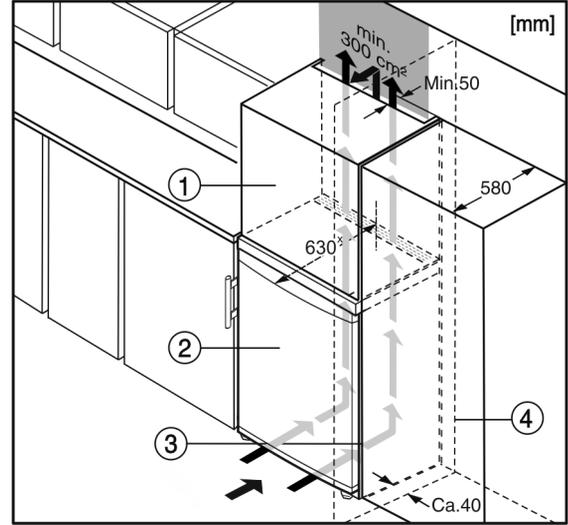

Fig. 6
Cihaz, mutfak tertibatıyla modifiye edilebilir. Cihazı Fig. 6 (2) mutfak tezgahına göre denkleme için, cihazın üzerine uygun bir takma dolabı Fig. 6 (1) monte edilebilir.\*
Mutfak dolaplarıyla (derinliği maks. 580 mm) değiştirildiğinde cihaz, mutfak dolabının Fig. 6 (3) yanına kurulabilir. Cihaz yandan 34 mmx, cihazın ortasında da 50 mmx mutfak dolabı ön kapısının karşısında durur.\*
Cihaz menteşelerle bir duvarın Fig. 6 (4) yanına kurulduğunda, cihazla duvarın arasındaki mesafenin en az 40 mm olması gerekir. Bu mesafe, kapı açık olduğunda kolunun taşma mesafesine eşittir.